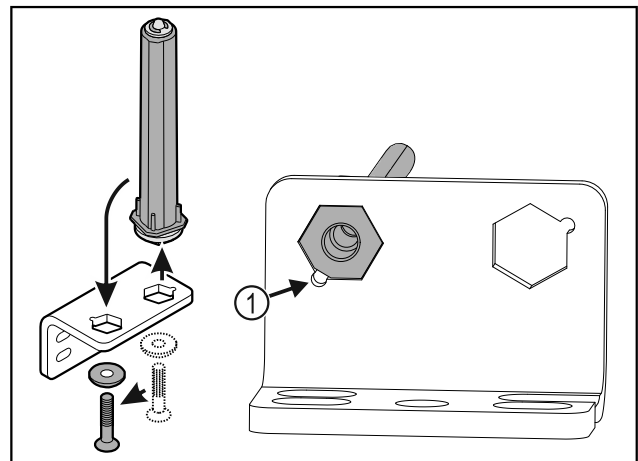

Fig. 35
- ▶ Atkreipkite dėmesį į tai, kad įstatant nuožulni kaiščio pusė Fig. 35 (1) nukreipta į apvalią skylę.